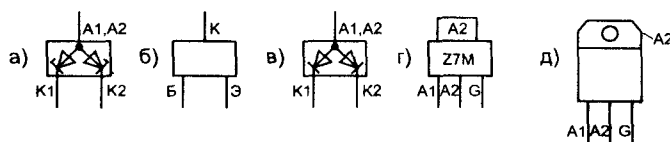

Рис. 4.4.8. Цоколевка полупроводниковых элементов контроллера
- Назначение выводов — см. рис. 4.4.8 (г)
- Назначение выводов — см. рис. 4.4.8 (д)
- Назначение выводов — см. рис. 4.4.8 (а)
- Назначение выводов — см. рис. 4.4.8 (в)
- Назначение выводов — см. рис. 4.4.8 (б)